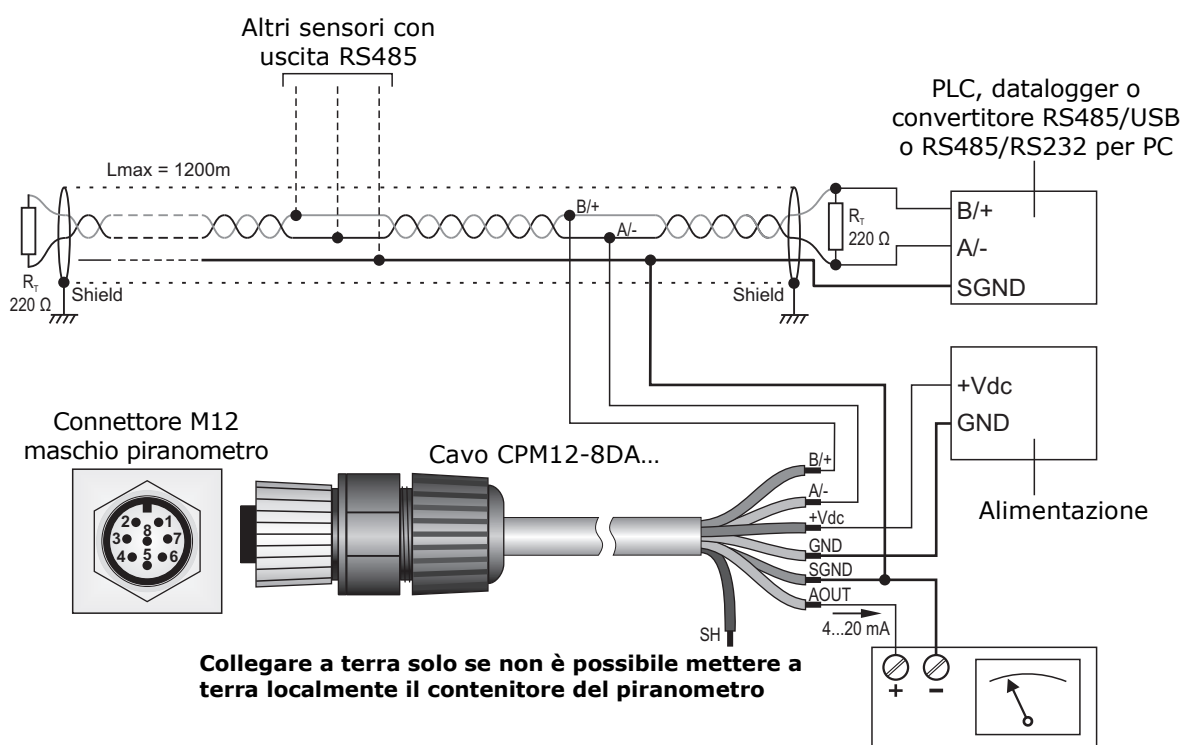

Fig. 4.6: connessioni LPPYRA02ACS[4]
- Un'uscita **4...20 mA**, che richiede alimentazione esterna **10...30 Vdc**. Va connessa a un alimentatore e a uno strumento con ingresso 4...20 mA secondo lo schema in fig. 4.6. La resistenza di carico dello strumento di lettura del segnale deve essere $\leq 500 \Omega$.
- Un'uscita **RS485 Modbus-RTU**, che richiede alimentazione esterna **5...30 Vdc**. Va connessa a un alimentatore e a un PLC, a un datalogger o a un convertitore RS485/USB o RS485/RS232 per PC secondo lo schema in fig. 4.6. L'uscita RS485 non è isolata.